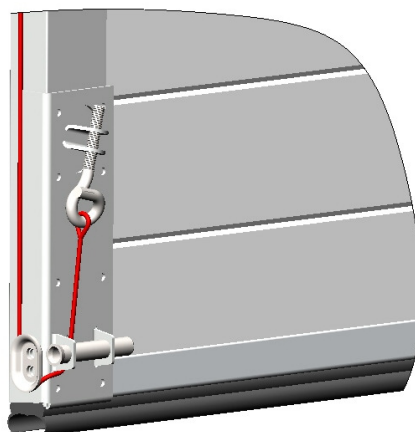

Рисунок 17. Схема закрепления троса в районе углового кронштейна.
6.8 Закрепите коуш троса на нижнем угловой кронштейне, установленном на нижней панели ворот (рисунок 17). Протяните трос по всей высоте ворот в промежутке между роликами боковых опор и угловой стойкой вверх до барабана.